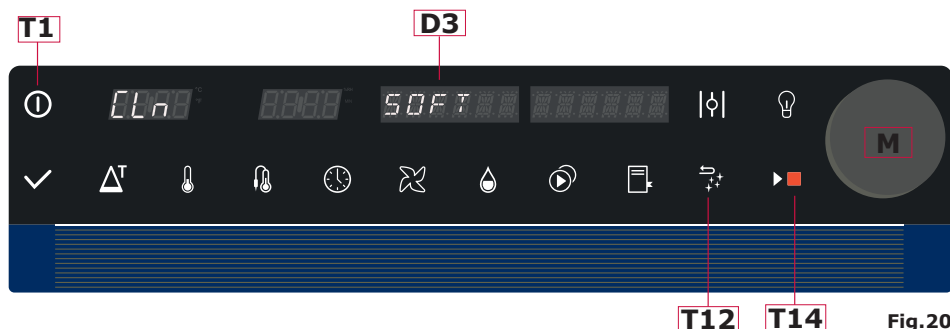

Fig.20
- Slå på ugnen med knappen **T1 (Fig.20)**.
- Tryck samtidigt in knappen **T12 (Fig.20)** och vredet **M**.
- Displayen **D3 (Fig. 20)** visar typen av tvätt. Genom att vrida vredet **M** är det möjligt att välja mellan **SOFT** (lätt), **NORM** (medium) eller **HARD** (intensiv) tvätt, beroende på mängden smuts i ugnsutrymmet.
- När lämplig typ av tvätt valts, tryck in knappen **T14 (Fig.20)** för att starta den automatiska tvätten. **Tvätten fungerar endast med stängd lucka.**
Under tvätten visar displayen **D3 (Fig.20)** följande faser: